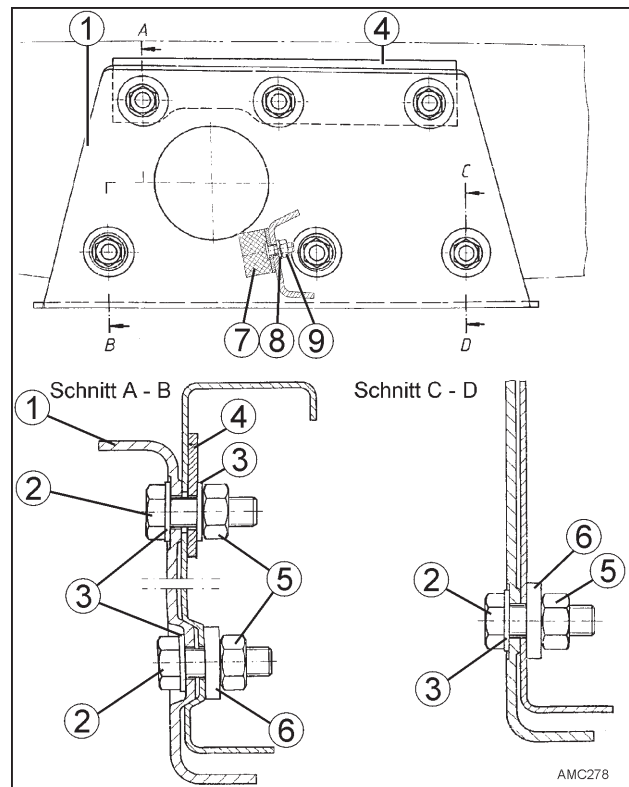

Bild 37
7. Die drei oberen Sicherungsmuttern M12 (Bild 37 - 5), von der Rahmeninnenseite aus abschrauben.
8. Verstärkungsblech (Bild 37 - 4) und Scheiben DIN 125-A13 (Bild 37 - 3) von der Rahmeninnenseite aus abnehmen.
9. Drei Sechskantschrauben M12x35 (Bild 37 - 2) mit Scheiben DIN 125-A13 (Bild 37 - 3) abnehmen.
10. Die drei unteren Sicherungsmuttern M12 (Bild 37 - 5) von der Rahmeninnenseite aus abschrauben und Scheiben DIN 7349-13x30x4 (Bild 37 - 6) abnehmen.
11. Drei Sechskantschrauben M12x35 (Bild 37 - 2) mit Scheiben DIN 125-A13 (Bild 37 - 3) abnehmen.
12. Achse (Bild 37 - 1) abnehmen.
13. Dämpfungsgummi (Bild 37 - 7) prüfen, ggf. wechseln:
Sechskantmutter M8 (Bild 37 - 9) abschrauben, Federring B8 (Bild 37 - 8) und Dämpfungsgummi (Bild 37 - 7) abnehmen.